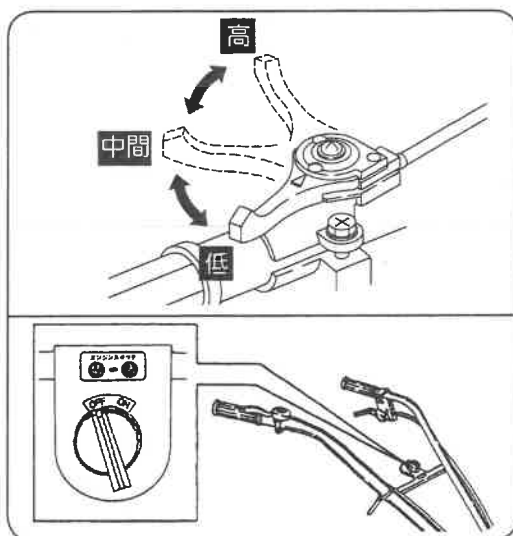

図32
- 1) エンジン停止の際は、スロットルレバーを「低速」に戻し、停止スイッチを【切】にしてください。(図32)